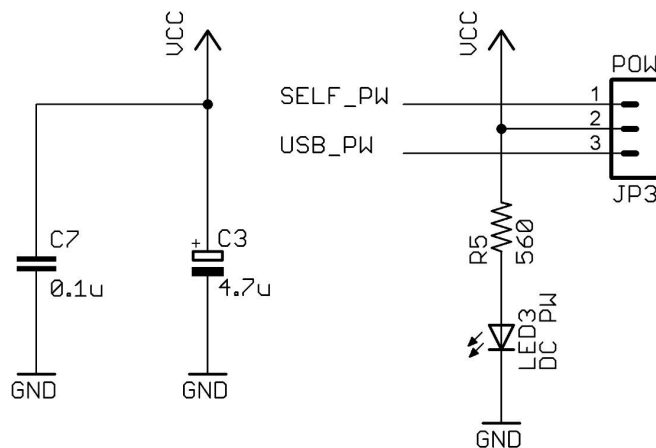

Figura 3: Schema elettrico relativo alla scelta dell'alimentazione Esterna o USB.
- La scheda può essere alimentata sia per mezzo di un alimentatore esterno che per mezzo della porta USB grazie al Jumper JP3, come riportato in Figura 3. In particolare posizionando JP3 tra i pin 1-2, l'alimentazione proviene dall'alimentatore esterno, mentre collegando JP3 tra 2-3 l'alimentazione viene prelevata dalla porta USB.